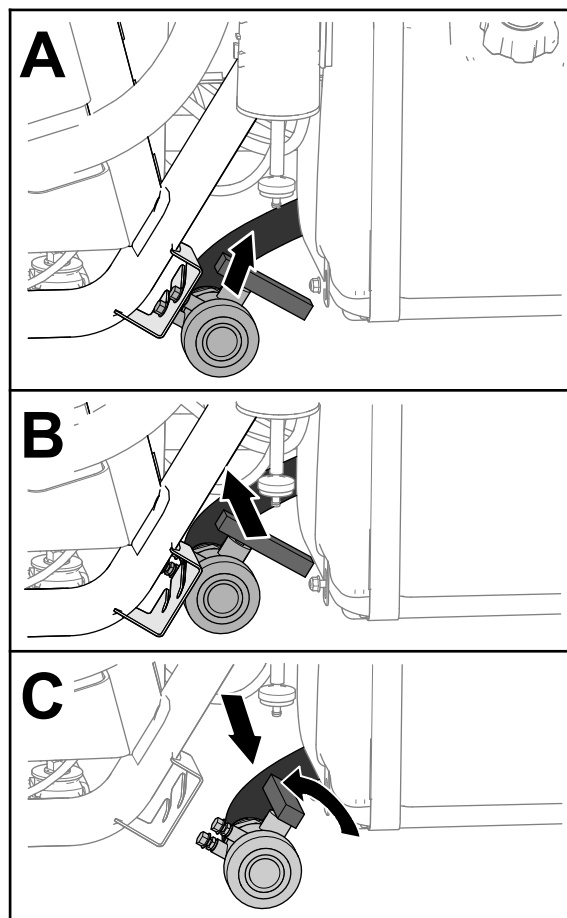

Figure 27
2. Trouvez l'emplacement du robinet de vidange de la cuve sur le côté gauche de la machine, devant le réservoir de carburant (Figure 27).
3. Soulevez le robinet et déplacez-le vers l'intérieur jusqu'à ce que les goujons de montage soient dégagés des fentes dans le support, puis déplacez le robinet vers l'arrière (Figure 27).
4. Alignez l'extrémité du robinet et le bac de vidange, et tournez la poignée dans le sens antihoraire à la position ouverte (Figure 27).
5. Lorsque la cuve est complètement vide, tournez la poignée du robinet de vidange à la position fermée et replacez le robinet sur son support (Figure 27).